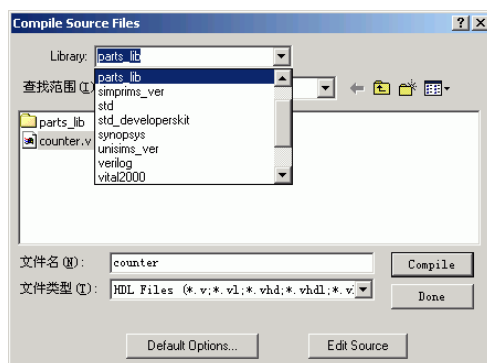

图3-30 源文件编译对话框
4. 编译【counter】模块到资源库中。在主窗口中使用  按钮或者使用【Compile】/【Complie】命令打开编译源文件对话框, 如图 3-30 所示, 在【Library】下拉列表中选择【parts_lib】库, 然后双击【counter.v】文件进行编译, 单击 **Done** 按钮关闭编译源文件对话框。